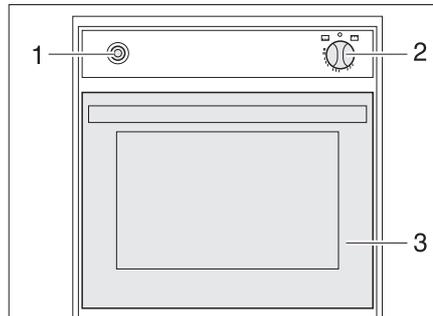

Bild 217 Gasbackofen (Spinflo)
- Backofenklappe (Bild 217,3) ganz öffnen.
- Drehregler (Bild 217,2) leicht drücken und auf "🔥" (Backofen) oder "GRILL" stellen.
- Drehregler (Bild 217,2) drücken und 5 bis 10 Sekunden lang gedrückt halten. Es strömt Gas zum Brenner.
- Zündschalter (Bild 217,1) so oft drücken, bis die Flamme brennt.
- Drehregler (Bild 217,2) auf "0" drehen. Die Flamme erlischt.